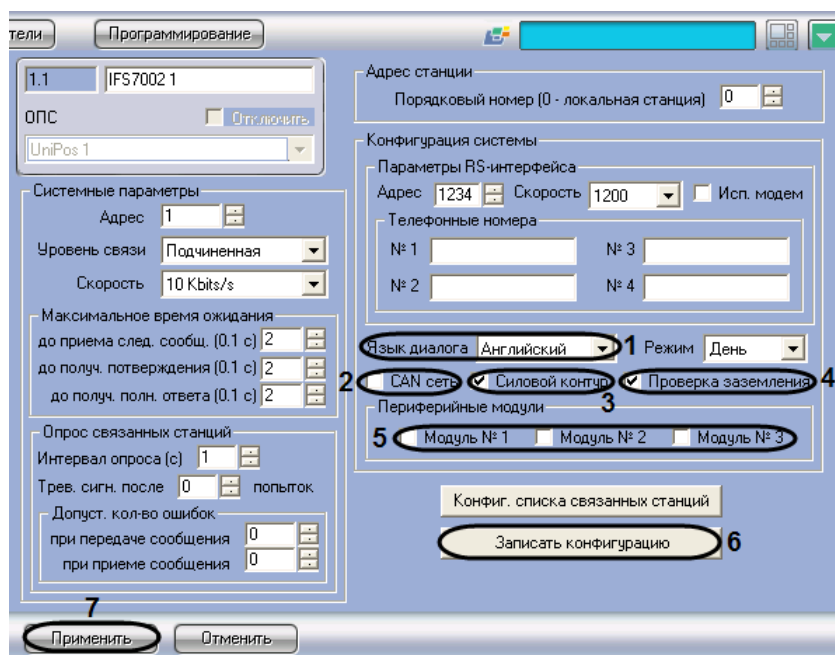

Рис. 3.3-2 Конфигурирование станции IFS7002
1. Перейти на панель настройки объекта IFS7002 (Рис. 3.3-2).
2. Из раскрывающегося списка **Язык диалога** выбрать требуемый язык интерфейса станции IFS7002 (см. Рис. 3.3-2, 1).
3. Для включения поддержки CAN-интерфейса на станции установить флажок **CAN сеть** (см. Рис. 3.3-2, 2).
4. Для включения силового контура, подключенного к станции, установить флажок **Силовой контур** (см. Рис. 3.3-2, 3).
5. Для включения проверки заземления кабелей, подключенных к станции, установить флажок **Проверка заземления** (см. Рис. 3.3-2, 4).
6. Для включения периферийных модулей, подключенных к станции, установить флажок напротив номера соответствующего модуля (см. Рис. 3.3-2, 5).
7. Для применения настроек на станции нажать кнопку **Записать конфигурацию** (см. Рис. 3.3-2, 6).
8. Для сохранения настроек во внутренней базе данных ПК *ACFA Intellect* нажать кнопку **Применить** (см. Рис. 3.3-2, 7).